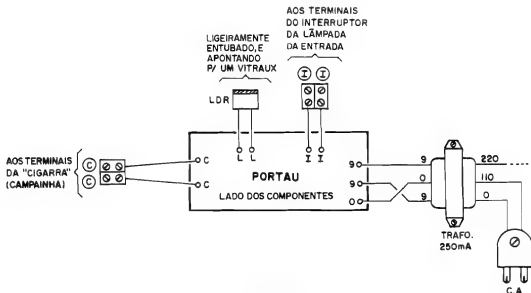

Fig. 5
- FIG. 5 - CONEXÕES EXTERNAS À PLACA - As ligações e componentes "periféricos" têm seu diagrama geral na figura... Observar as ligações do **secundário** do trafo, obedecendo às posições marcadas com "9-0-9" (e que exigem um "cruzamento" de fios, conforme se vê...). As conexões do **primário** do trafo ao "rabicho" estão, na figura, con-